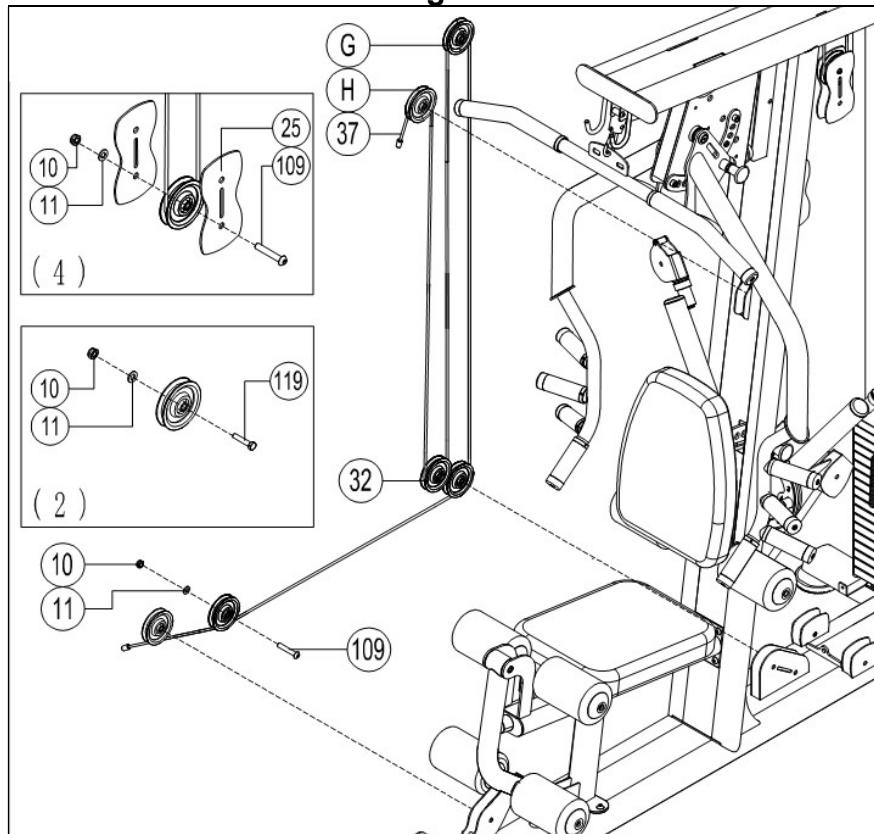

Fig.17
17.- Pase el cable (37) por la tapa (41), el eje (42) y engánchelo al agarre de bíceps (46), Fig.17.
(42) y engánchelo a la barra (83), Fig.17.